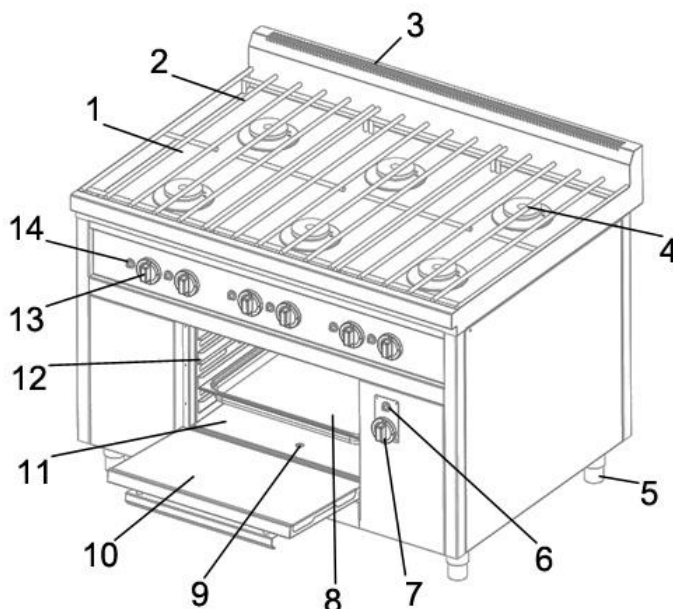
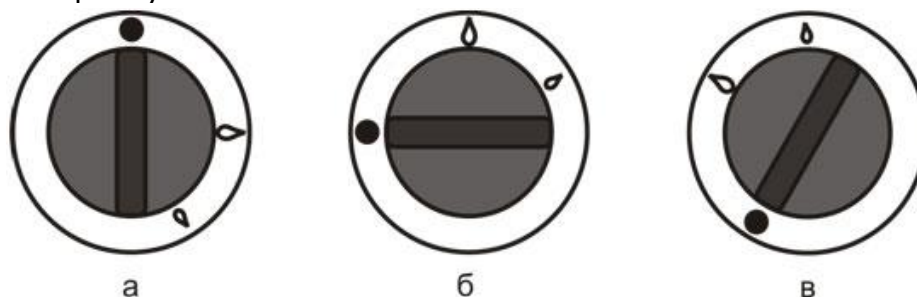
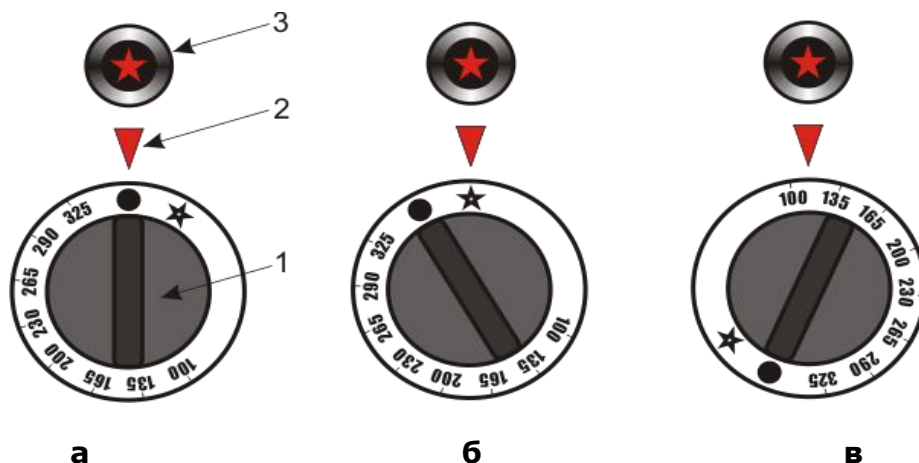

Рис.1. Общее устройство газовой плиты
Рис. 2. Соответствие положения ручки крана режиму работы горелки
Рис. 3. Положение ручки и режимы работы духового шкафа
- Следите, чтобы отверстия в решетке 3 (рис.1) были свободны для отводов продуктов сгорания и не перекрывались посудой или иными предметами.
На рис.1 приведено общее устройство газовой плиты.
На герметичной столешнице 1 (рис.1) размещены горелки открытого пламени 4 (рис.1) и решетки для посуды 2 (рис.1). Отвод продуктов сгорания из духового шкафа осуществляется через коллектор 3 (рис.1).
Интенсивность нагрева изменяется ручками кранов горелок 13 (рис.1), расположенными на лицевой панели. Рядом с ручками кранов горелок нанесены
пиктограммы, поясняющие, какой горелкой управляет данная ручка. Розжиг горелок осуществляется с помощью кнопки пьезорозжига 14 (рис.1).
Нагрев духового шкафа регулируется ручкой 7 (рис.1), при этом розжиг запальной горелки шкафа осуществляется с помощью пьезоэлемента 6 (рис.1).
Горелки столешницы и духовки могут работать одновременно. В духовом шкафу контроль пламени обеспечивается смотровым отверстием 9 (рис.1), располагающимся в подовой плите 11 (рис.1). В духовом шкафу находятся направляющие 12 (рис.1) на которых размещаются противни 8 (рис.1). Шкаф имеет дверцу 10 (рис.1), которая выдерживает нагрузку до 60 кг. У моделей без жарочного шкафа вместо него располагается ниша для хранения кухонного инвентаря.
Плита имеет регулируемые по высоте ножки 5 (рис.1), компенсирующие, при установке, неровности любого пола.
- Убедитесь в том, что ручки кранов находятся в положении, соответствующем закрытому состоянию крана (рис.2а). Если краны находятся в открытом состоянии, переведите их в закрытое состояние, слегка нажав на ручку крана и повернув ее по ходу часовой стрелки до упора.
После окончания работы с плитой необходимо перевести все ручки кранов в закрытое состояние (рис.2а) и закрыть кран газопровода.
- В исходном состоянии ручка крана находится в положении, соответствующем закрытому состоянию крана (рис.2а).
- Нажав на ручку крана до упора и, удерживая её в нажатом состоянии, поверните её против хода часовой стрелки в положение «**малое пламя**» (см. рис.2в). Через 3 - 5 секунд (при **первом пуске плиты**, а также после каждой **замены баллона СУГ** – через **60 секунд**) поднесите источник огня к горелке или нажмите на соответствующую кнопку пьезорозжига 14 (рис.1). Если горелка не зажглась, **отпустите ручку крана**, и, при повторном нажатии на нее, вновь поднесите источник огня к горелке. После появления пламени горелки, удерживайте ручку крана в нажатом состоянии в течение 10-15 секунд, до срабатывания предохранительного клапана, кнопку пьезорозжига при этом можно отпустить.
- При повороте ручки крана (с легким нажимом на нее) по часовой стрелке – кран переходит в режим «максимальное пламя» (см. рис.2б).
- При повороте ручки по ходу часовой стрелки в положение «кран закрыт» (см. рис.2а) – горелка гаснет.
- В исходном состоянии ручка крана находится в положении, соответствующем закрытому состоянию крана (рис.3а), при котором символ \bigcirc на ручке крана совпадает с риской 2.
- Нажав на ручку крана до упора и, удерживая её в нажатом состоянии, поверните её против хода часовой стрелки в положение «розжиг запальной горелки» (рис.3б), при котором символ \star на ручке совпадает с риской. Нажмите на ручку крана,
утопив её еще глубже и через 3 - 5 секунд (при первом пуске плиты и после каждой замены баллона СУГ – **через 60 секунд**) поднесите источник огня к запальной горелке через смотровое окно 9(рис.1) или нажмите на кнопку пьезорозжига 3 (рис.3). Если запальная горелка не зажглась, отпустите ручку крана и, повторно нажав на нее, вновь попробуйте зажечь запальную горелку. После появления пламени в запальной горелке, удерживайте ручку крана в нажатом состоянии в течение 5-10 секунд, до срабатывания предохранительного клапана, кнопку пьезорозжига при этом можно отпустить. Затем отпустите ручку управления и убедитесь, что запальная горелка горит. Если запальная горелка погасла, следует повторить процедуру розжига.
- При повороте ручки крана против хода часовой стрелки – кран открывается и осуществляется розжиг основной горелки (рис.3в).
- При повороте ручки по ходу часовой стрелки в положение «розжиг запальной горелки» (символ  на ручке совпадает с риской 2 (рис.3б)) – главная горелка гаснет, а запальная горелка остается зажженной (дежурный режим).
- Для выключения запальной горелки необходимо повернуть ручку крана, слегка нажимая на неё, по ходу часовой стрелки до упора (символ  на ручке крана совпадает с риской 2 (рис.3а)).
- Включите горелку и переведите ручку крана в режим «малого пламени» (рис.2в).
Перед началом регулировки горелок духового шкафа необходимо вынуть подовую плиту 11 (рис.1).
- Верните подовую плиту 11 (рис.1) на место.
- Зажгите основную горелку духового шкафа (см. п. 5.3) и установите температурный режим **100 °C** (рис. 3).